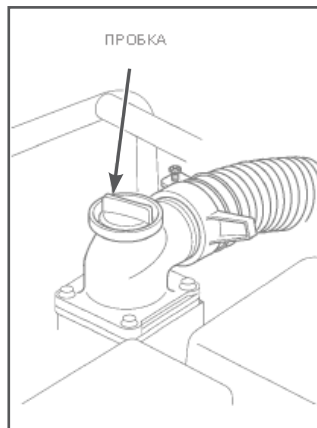

Рис. 13 Расположение пробки отверстия для залива воды
1. Открутите пробку 4 отверстия для залива воды в корпус насоса (Рис. 13).